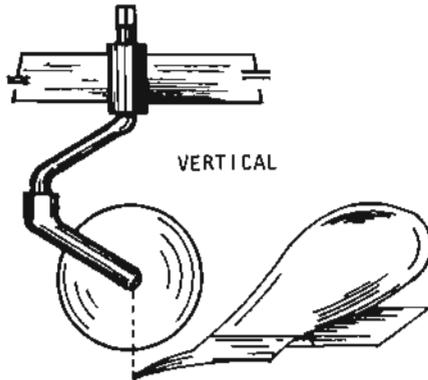

Fig. 1
- \_\_\_ b Ajuste la posición vertical y lateral de acuerdo con el manual del operador (figs. 1 y 2).